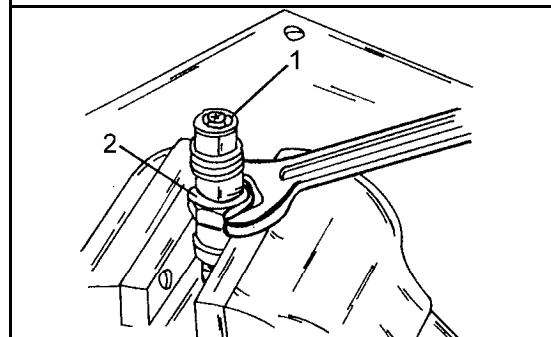

Bild 222
- Den Düsenhalter so in einen Schraubstock einspannen, dass die Leckköleitungsanschlüsse nicht beschädigt werden und die Überwurfmutter abschrauben (Bild 222).